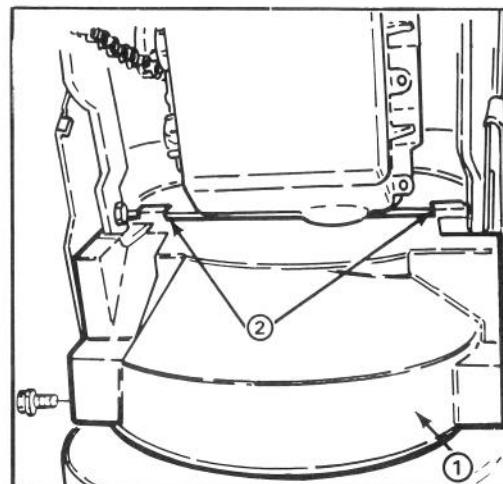

Abbildung 2
7. Untere Riemenabdeckung mit 2 1/4-20 x 1/2" Kopschrauben an Unterseite des Räumgetriebegehäuses befestigen (Abb. 2). Sich überzeugen, daß die Riemenabdeckungs-Befestigungszungen hinten am Motorrahmen glied befestigt sind.